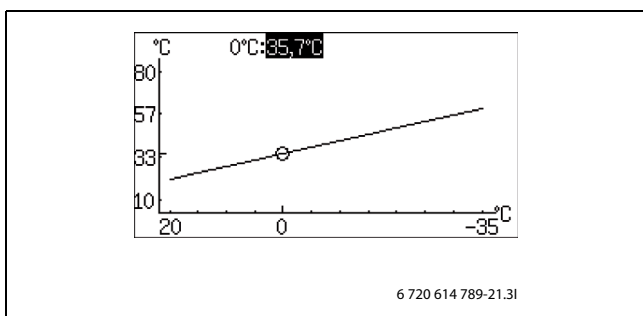

Bild 22
- Vrid ratten när fyrkanten är markerad tills 0 °C är markerad (→ Bild 22).